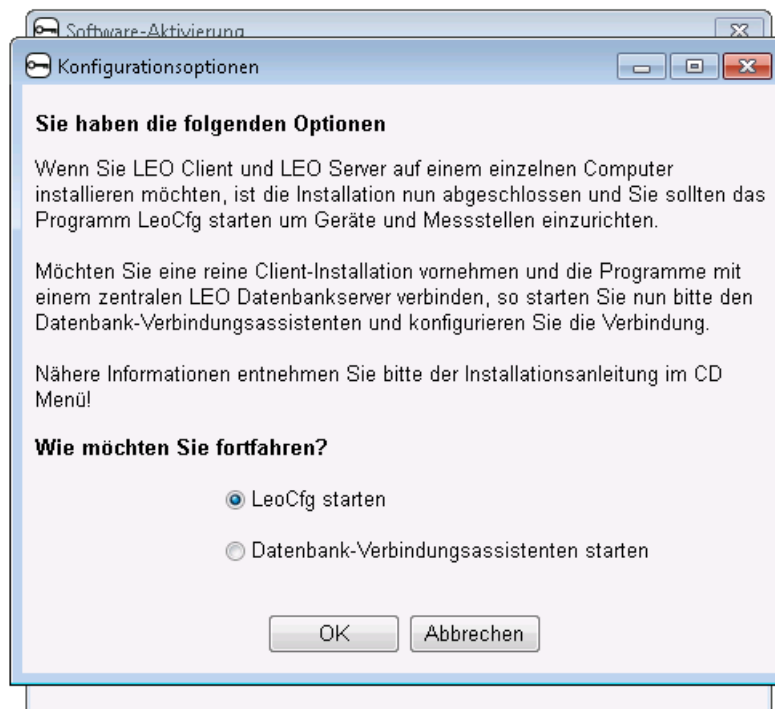

Abbildung 3.11: Konfigurationsoption
2. Es erscheint eine Nachfrage, wie in Abbildung 3.11 auf Seite 32. Wählen Sie hier **Datenbank-Verbindungsassistenten** starten.